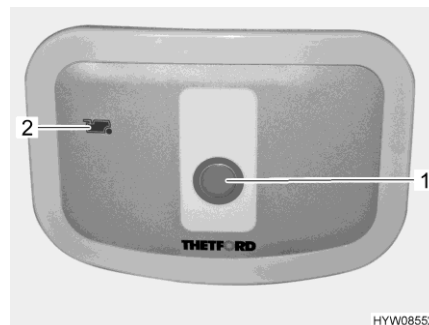

Fig. 161 Botón del inodoro/luz de control (inodoro Thetford)
- Para lavar, pulsar el botón del inodoro azul (Fig. 161,1).
La luz de control (Fig. 161,2) se enciende cuando es necesario vaciar el depósito de aguas fecales.